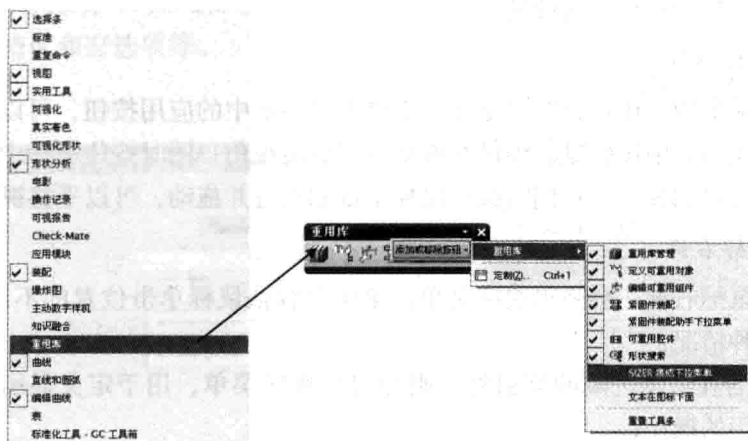

图 1-5 添加工具条和命令
在“定制”对话框中单击“工具条”选项卡，即可打开工具条定制选项卡。通过此选项卡可改变工具条的布局，也可以将各类工具条按钮通过拖放放在屏幕的顶部、左侧或下侧。另外，也可以在工具栏空白处点击鼠标右键直接调用或者关闭工具条，如图 1-5 所示。
Step1. 单击工作条中的  按钮 (图 1-5), 单击“添加或移动按钮”按钮, 系统弹出工具条。